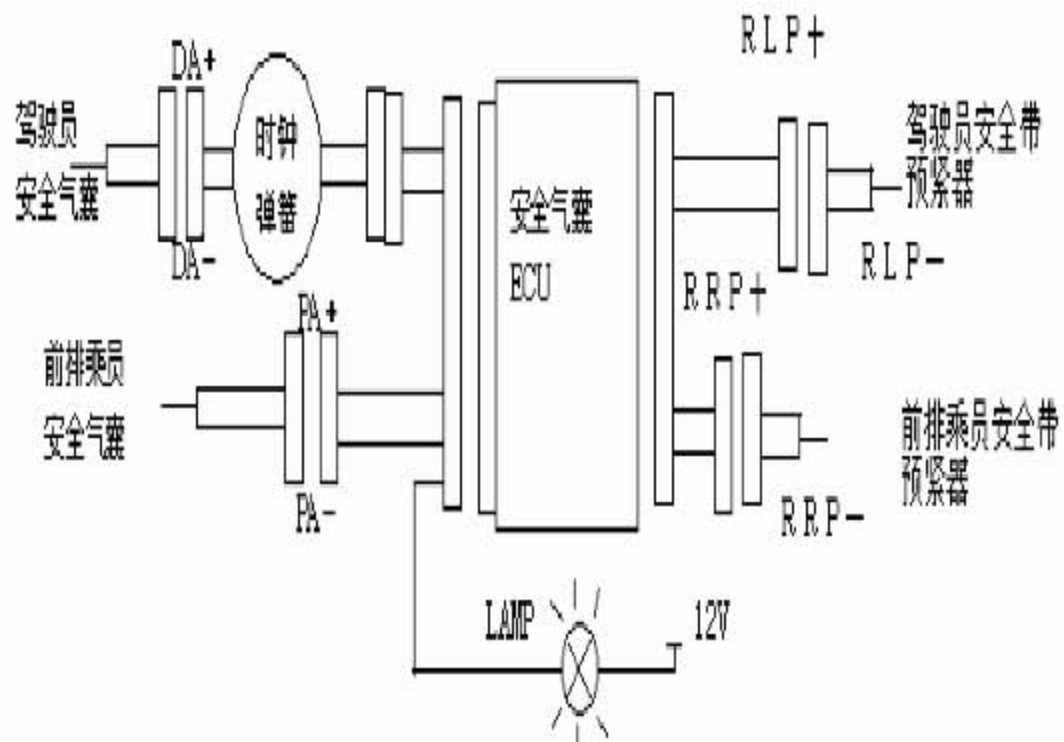

图12 检查SRS警告灯是否点亮
- A). 拨开安全气囊ECU与时钟弹簧之间的接插件, 见图12。